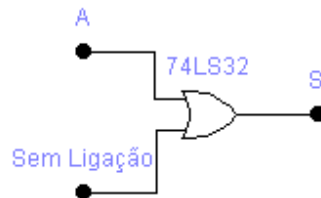

Figura 3 – Circuito OU de 2 entradas com uma entrada flutuante.
3.3.1. Montar o circuito da Figura 3 e medir os valores das tensões de saída em volts para os dois valores lógicos da entrada A e anotar na Tabela V na Folha de Respostas.
3.3.1 e 3.3.2 Saída em Volts do circuito da Figura 3 :